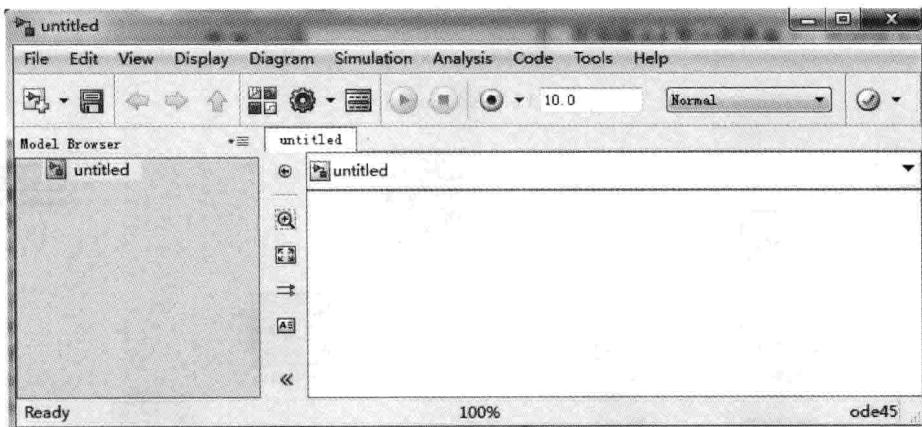

图 6.7 空白设计界面
(7) 在如图 6.5 所示的界面下,找到图 6.6 所示的 Gateway In 元件符号和 Gateway Out 元件符号,将其拖入到如图 6.7 所示的空白界面中。